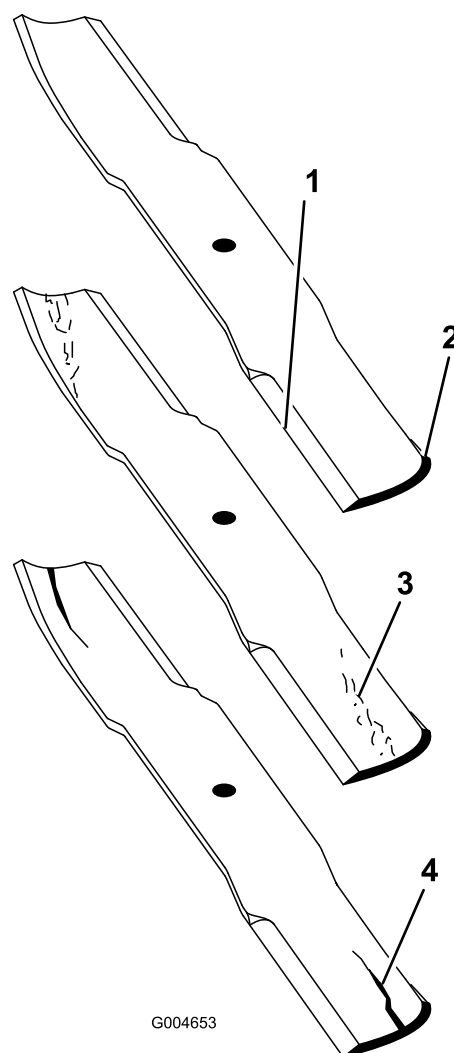

図 19
1. 刃先の部分を点検する(図 19)。刃先部分が鋭利でなかったり、打ち傷がある場合に
2. ブレードを点検し、特にセール部をよく観察する（図 19）。破損、磨耗、割れの発生などがあれば（図 19）、直ちに新しいブレードに交換する。